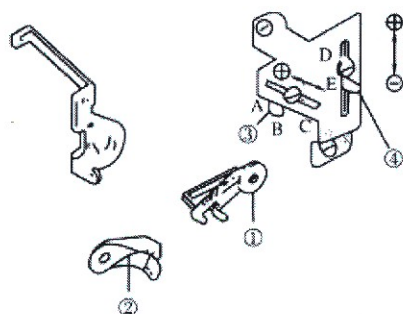

Figura 12
- Para o tipo de ponto 512, quando o laçador da direita estiver na extremidade esquerda, ajuste '1' e '2' na posição de linha pontilhada, conforme Figura 12